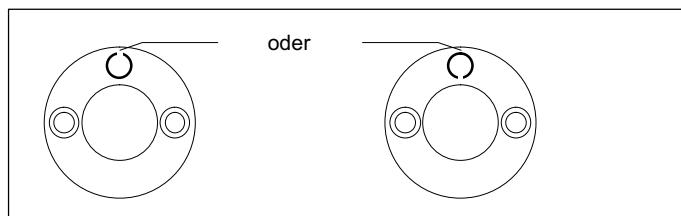

Abb. 6.1 Anordnung des Spannstiftes zur Verdreh sicherung
- ▶ Schlagen Sie den Spannstift mit einem Hammer in die am Druckstück vorhandene Sack-Bohrung bis zum Aufsitzen des Stiftes einzuschlagen. Ordnen Sie dabei die offene Seite des Spannstiftes radial an (Abb. 6.1).